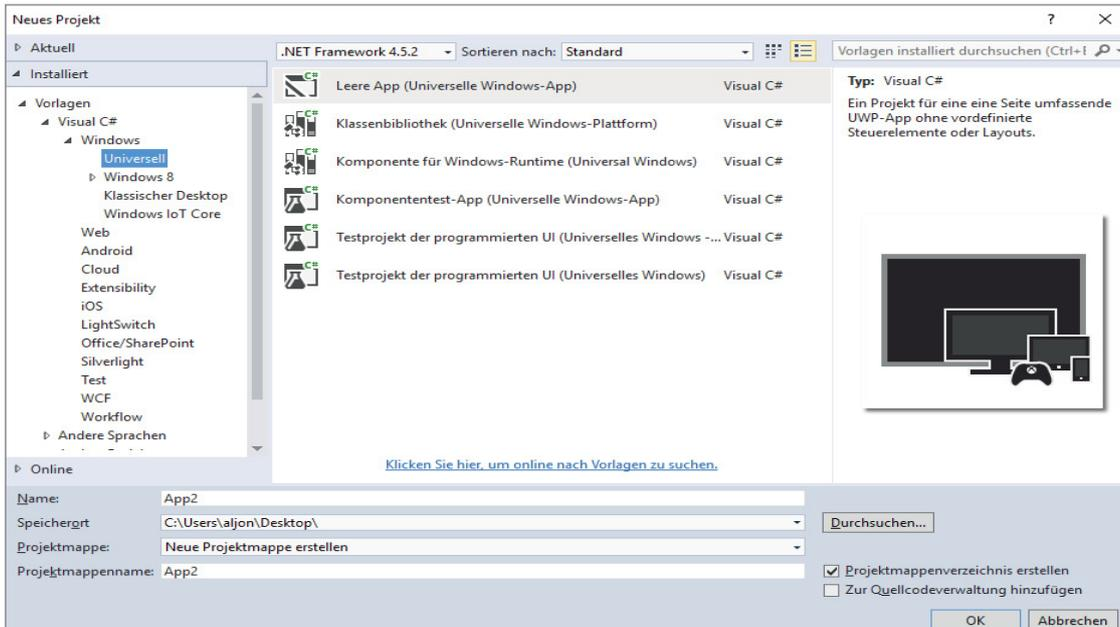

Abb. 5: Erstellen eines neuen Projektes in Visual Studio
1. Projekt anlegen: Klicken Sie in Visual Studio 2015 auf den Menüpunkt <Datei>|<Neues Projekt> und wählen Sie im Dialogfeld <Universell Leere App> (Bild 5). Vergeben Sie einen Namen für die App und klicken Sie auf OK. Das folgende Dialogfeld können Sie bestätigen. Visual Studio baut das Grundgerüst einer Universal-App. Diese läuft im Übrigen auf allen Geräten, wo Windows 10 installiert werden kann (Smartphone, Tablet, Desktop-Rechner) und eben auch auf den Raspberry Pi.